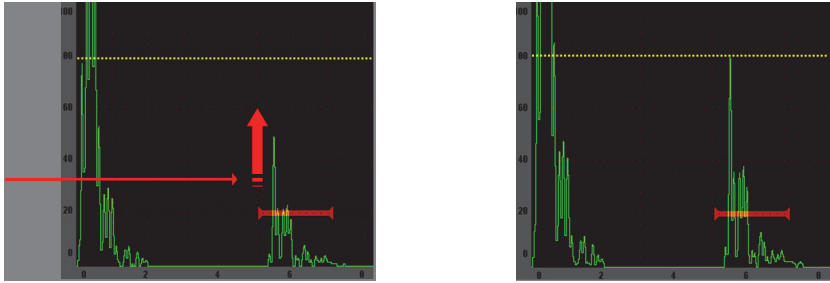

Figura 2-8 Función AutoXX%
- Las teclas [2ND F], (AUTO XX%) activan la función AutoXX%, la cual ajusta automáticamente la ganancia para que el eco en la puerta alcance una amplitud del XX% de la altura de la pantalla completa (el valor XX por defecto es 80%) [véase la Figura 2-8 en la página 43].